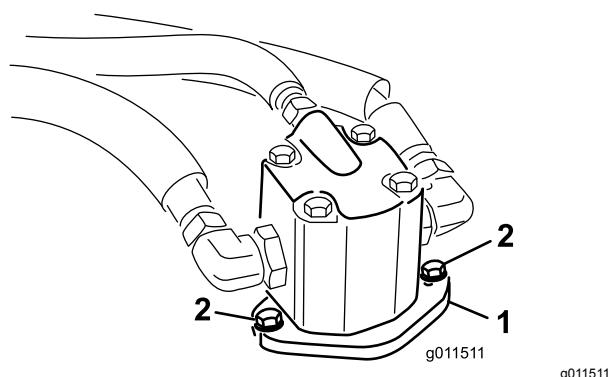

Figura 94
- Retire os parafusos que fixam o motor hidráulico à plataforma do cortador (Figura 94).